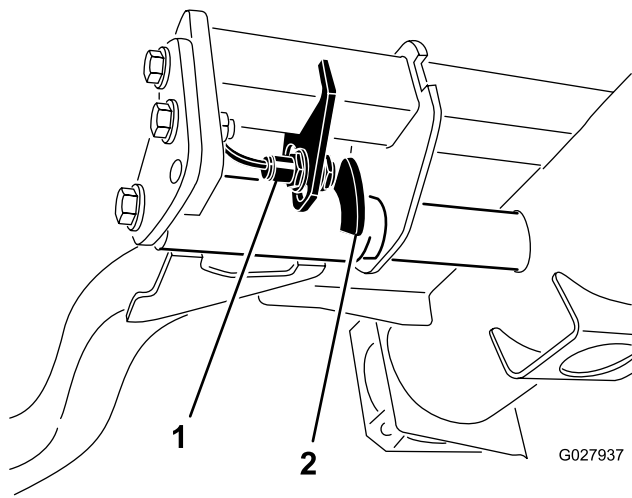

Рисунок 39
2. Переключатель подъемного рычага расположен под гидравлическим баком позади переднего правого подъемного рычага (Рисунок 39).